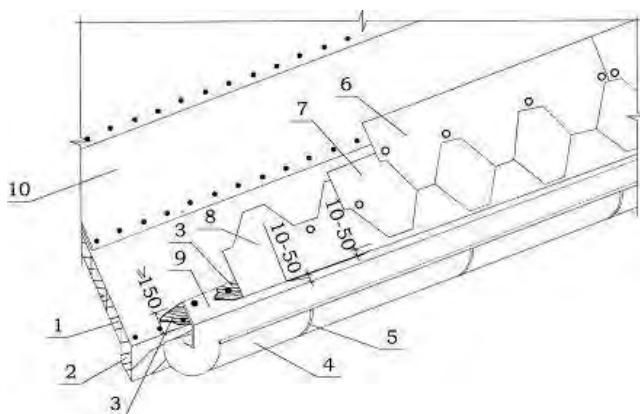

Рисунок 5.3. Схема укладки гибкой черепицы на карнизе при отсутствии карнизной черепицы
3.2 При отсутствии карнизной черепицы можно применить рядовую кровельную черепицу, которую в этом случае укладывают вырезами вверх таким образом, чтобы кровельная черепица не доходила до края карнизной планки (капельника) на 10 – 50 мм (рисунок 5.3).